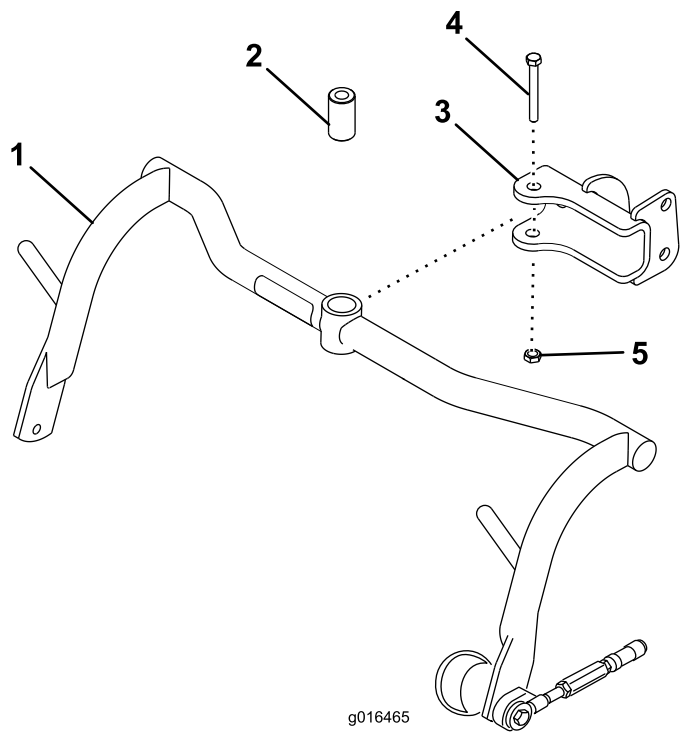

图 5
1. 用隔片、螺栓 $\frac{1}{2}$ x $3\frac{1}{4}$ 英寸和锁紧螺母 $\frac{1}{2}$ 英寸将承载架组件安装到各个 U 形销上请参阅图 5。上紧扭矩至 91113 N·m。